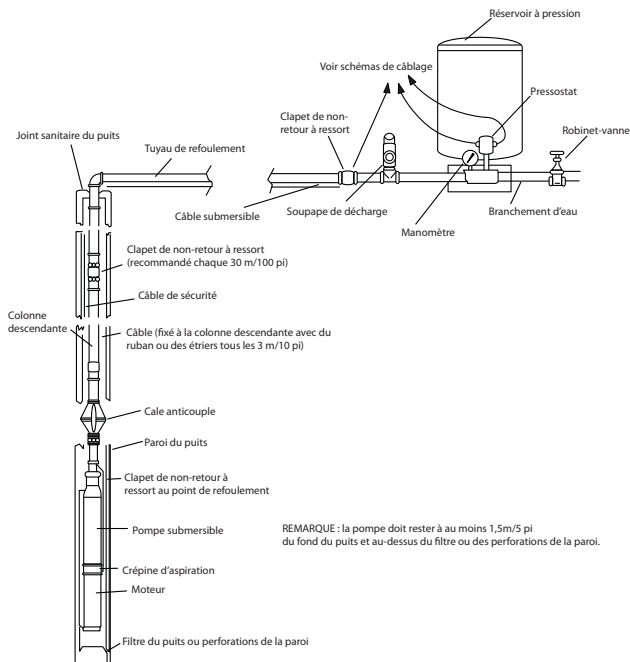

Figure 1
2. Installer la pompe et les composants requis pour la mise à l'essai (voir Figure 1).
- Une cale anticouple, posée juste au-dessus de la pompe, pour empêcher le câble de frotter lorsque la pompe et la colonne vrillent au démarrage et à l'arrêt du moteur. (Voir Figure 1.)
La Figure 1 illustre une installation typique des composants dans le sol. Suivre les instructions suivantes d'installation de la pompe et de la colonne descendante :
La Figure 1 illustre une installation typique avec les composants à la surface. Se référer à la Figure 1 et aux étapes suivantes lors de l'installation de la plomberie de refoulement.